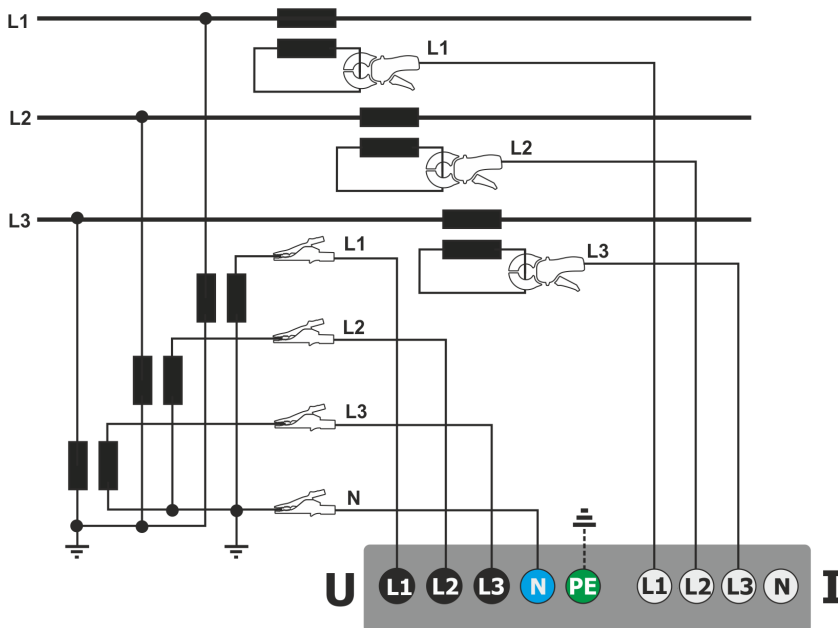

Fig. 63. Esquema de conexión - una medición indirecta SN en el sistema de 3 fases y 4 hilos.
- en el sistema trifásico de cuatro hilos (Fig. 63),